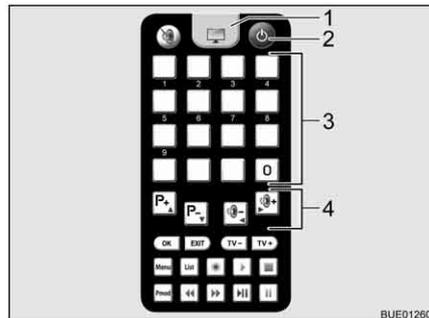

Fig. 24 Télécommande
- Appuyer sur la touche "⌚" (Fig. 24,2) de la télécommande.
- Régler la station désirée au moyen des touches de mémoire (Fig. 24,3) ou de fonction (Fig. 24,4).